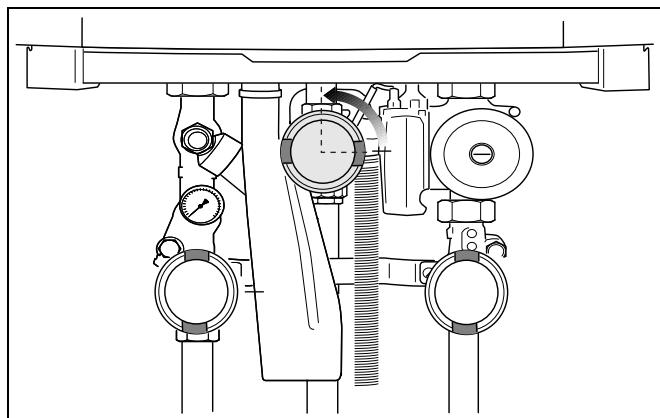

Рис. 72 Открытие крана для подачи газа
- Медленно открыть газ. Для этого нажать кран для подачи газа и повернуть влево на $\frac{1}{4}$ оборота (рис. 72).
- Медленно открыть газ. Для этого нажать кран для подачи газа и повернуть влево на $\frac{1}{4}$ оборота (рис. 72, стр. 53).
- Снова открыть кран подачи газа. Для этого нажать кран для подачи газа и повернуть влево на четверть оборота (рис. 72).